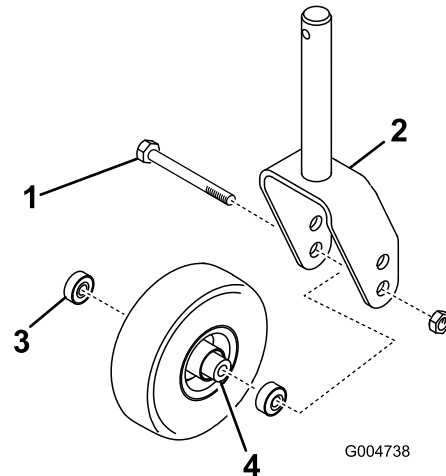

Bild 28
1. Entfernen Sie die Sicherungsmutter von der Schraube, mit der das Laufrad an der Gabel befestigt ist (Bild 28). Halten Sie das Laufrad fest und schieben die Schraube aus der Gabel oder vom Gelenkarm ab.
2. Entfernen Sie das Lager aus der Radnabe und lassen das Lagerdistanzstück herausfallen (Bild 28).